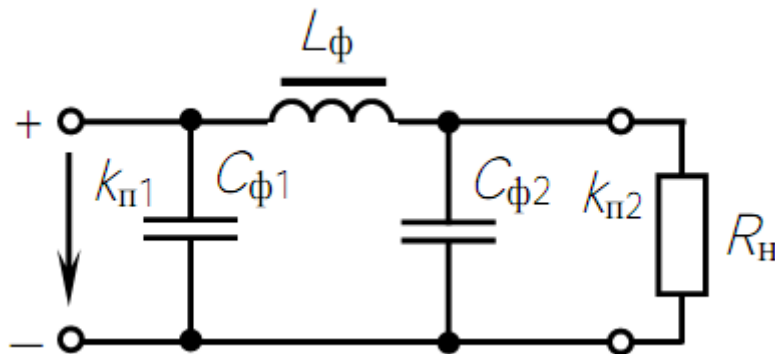

Рис. 4.6. П-образный LC-фильтр
3. Рассчитать П-образный LC-фильтр (рис. 4.6) к однофазному мостовому выпрямителю с сопротивлением $R_H = 110$ Ом для обеспечения коэффициента пульсаций выходного напряжения $k_{п2} = 0,01$, если частота сети $f = 50$ Гц, $C_\phi = 100$ мкФ, $C_{\phi2}$ выбрать из условия – обычно выбирают $C_{\phi2} = (1 \div 2) C_{\phi1}$.